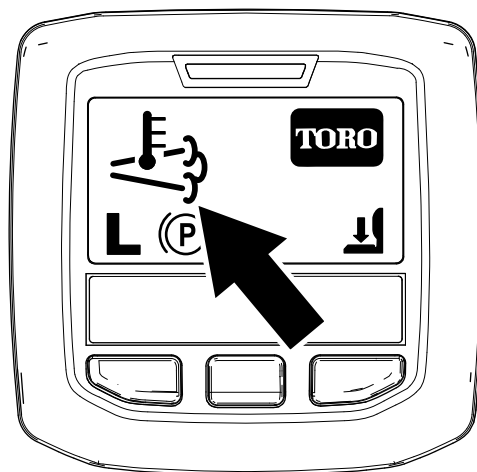

Bild 42
- Das Symbol für die hohe Auspufftemperatur (Bild 42) wird im InfoCenter angezeigt (Bild 42).